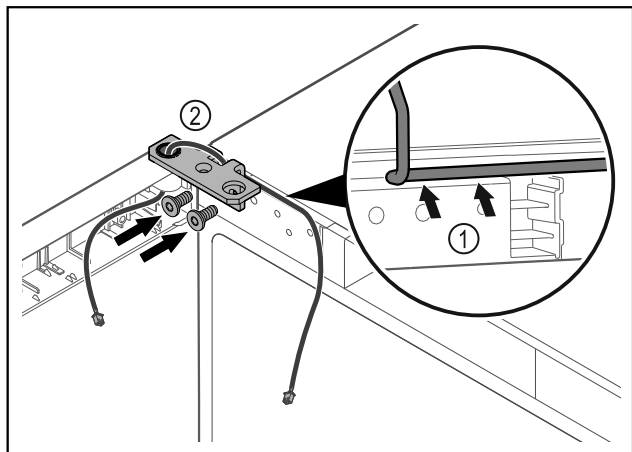

Fig. 34
- Introdurre il cavo nel foro della cerniera angolare e posarlo con cautela Fig. 34 (1).
- Avvitare la cerniera angolare Fig. 34 (2).